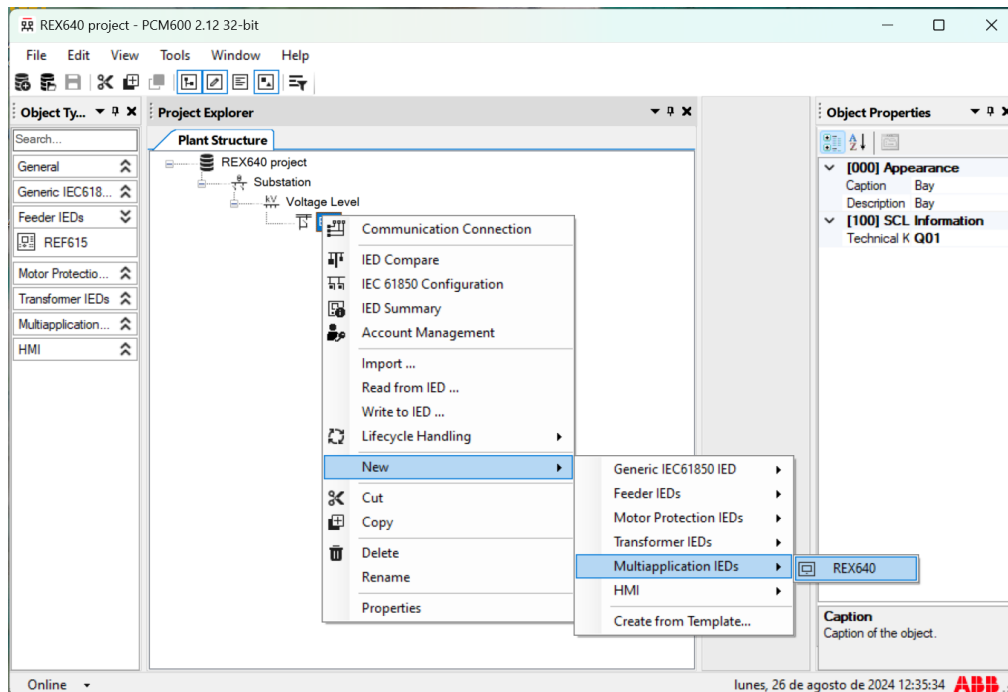

Imagen 22_Comunicación entre PCM600 y relevador REX640.
1.7 Por último, añadiremos el relevador REX640 como podemos observar en la **Imagen 22**, este protege a toda la subestación en general, no solo a un equipo dentro de la misma, y aquí es donde iniciaremos programando el funcionamiento de éste.